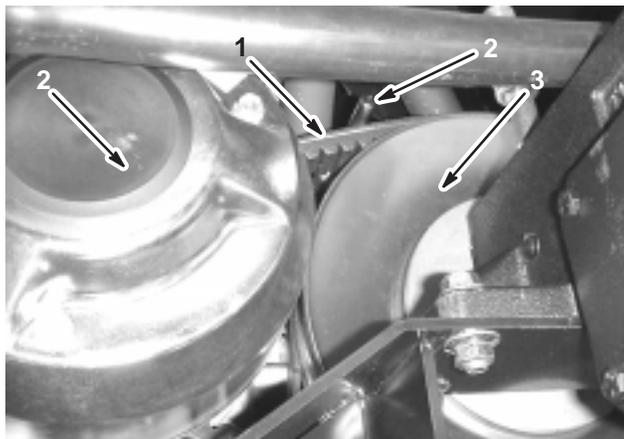

Bild 50
- Lockern Sie die beiden Riemenführungen in der Nähe der sekundären Kupplung (Bild 50).
- Drehen Sie den Riemen und verlegen ihn über die sekundäre Kupplung (Bild 50).
- Entfernen Sie den Riemen von der Hauptkupplung (Bild 50).
- Legen Sie den neuen Riemen auf die Hauptkupplung (Bild 50).